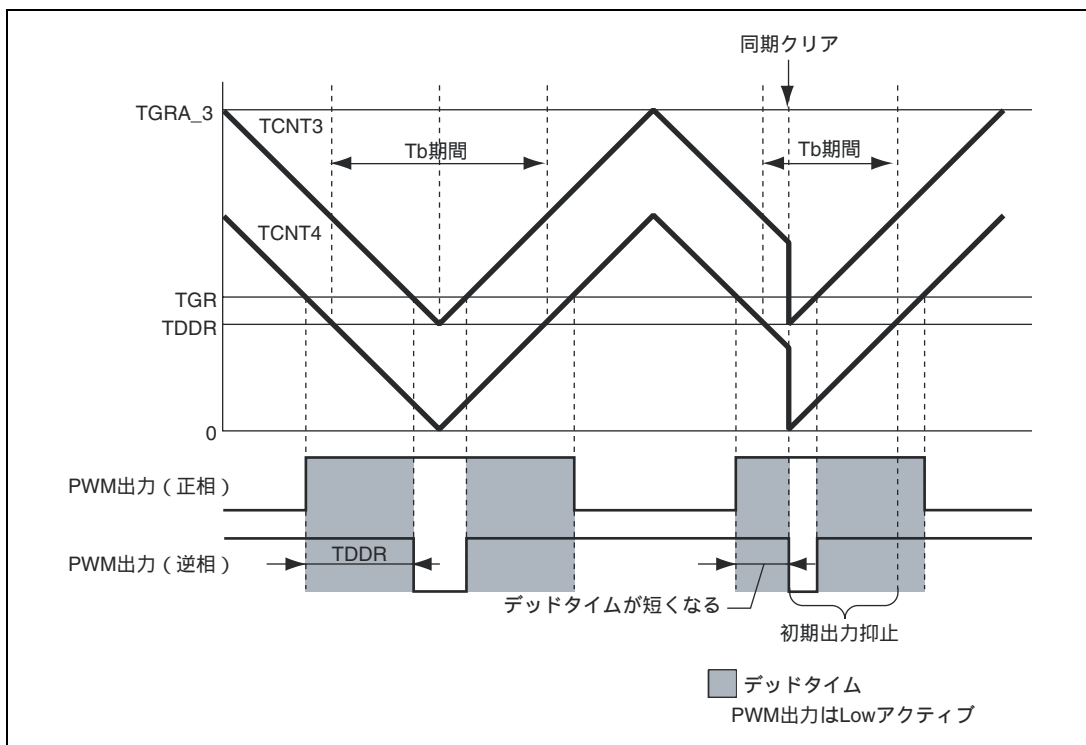

図 11.113 条件 (1) の同期クリア例
条件 (1) 初期出力の抑止期間 にて、PWM 出力がデッドタイム期間中に、同期クリアする (図 11.113)。